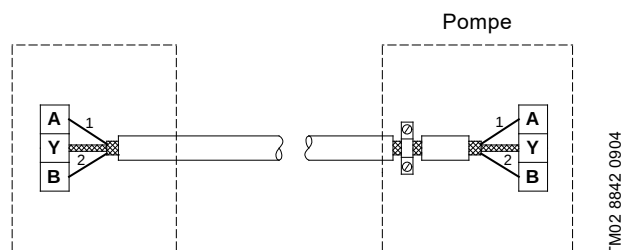

Fig. 18 Connexion avec câble blindé 2 conducteurs
- Si un câble blindé 2 conducteurs est utilisé dans l'installation existante, celui-ci doit être connecté comme indiqué dans la fig. 18.